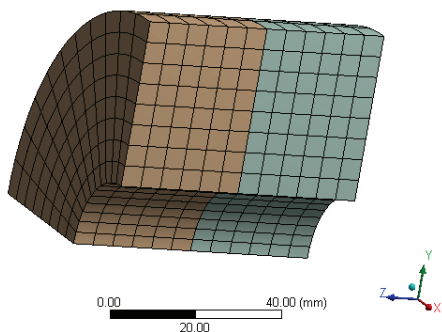

图 22-11 网格划分
2) 在 Outline 树结构图中的 Mesh 选项单击鼠标右键, 在弹出的快捷菜单中选择 Generate Mesh, 生成网格最终的效果如图 22-11 所示。